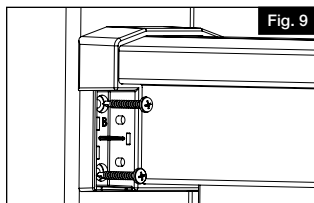

Fig. 9
- c. Tighten screws until the bracket is snug with the post. We recommend a non-impact drill with a clutch setting to avoid over tightening (Fig. 9).
c. Serrer les vis jusqu'à ce que le support soit bien ajusté au poteau. On recommande l'utilisation d'une perceuse sans impact avec un réglage d'embrayage pour éviter un serrage excessif (Fig. 9).